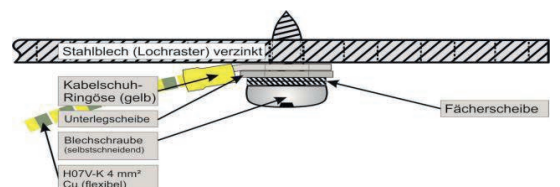

Abbildung 3
Das Erdungskabel (A) ist wie in Abbildung 3 anzuschließen. Dazu verwenden Sie das Befestigungsset (F). Stecken Sie erst die Fächerscheibe (M4) dann die Unterlegscheibe (M4) und danach die kleine Ringöse des Erdungskabels (A) auf die Blechschraube. Schrauben Sie diese dann in die Montageplatte (Lochrasterblech).